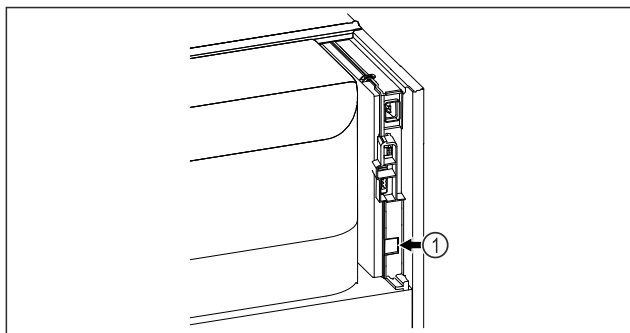

Fig. 129
- ☐ SmartModule Fig. 129 (1) is geplaatst.